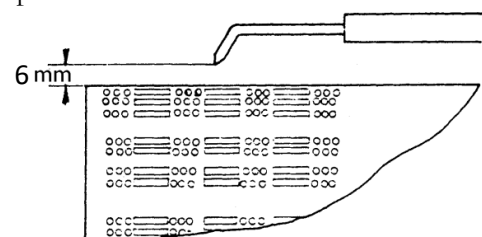

Fig. 2
- Controlar la posición del electrodo de encendido (véase Fig. 2).